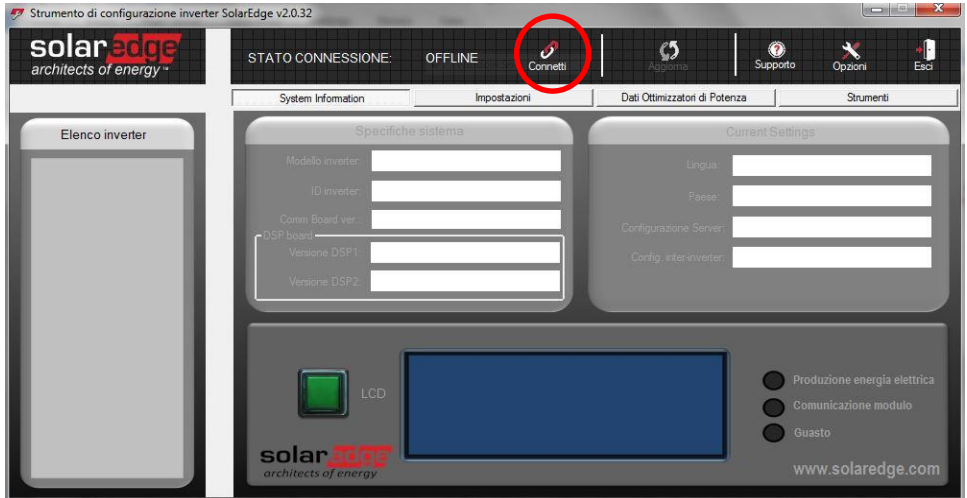

Figura 5
- 3 Nel caso in cui la finestra **Connetti al dispositivo** non comparisse, cliccare sull'icona **Connetti** sulla barra superiore del programma, icona evidenziata dal cerchio rosso nella Figura 5: